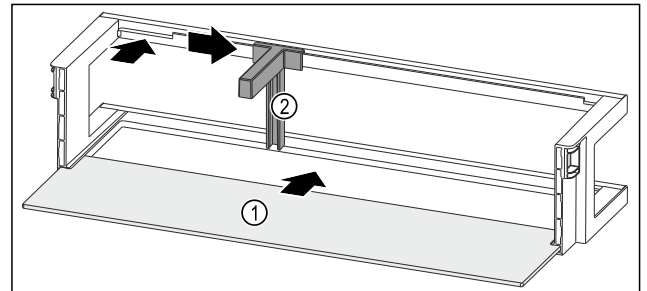

Fig. 219 Türabsteller mit Abstellfläche
- ▶ Abstellfläche Fig. 219 (1) in die seitlichen Aussparungen einschieben.
- ▶ Flaschenhalter Fig. 219 (2) in die Aussparung einsetzen.
- ▶ Flaschenhalter Fig. 219 (2) in gewünschte Position zur Seite schieben.